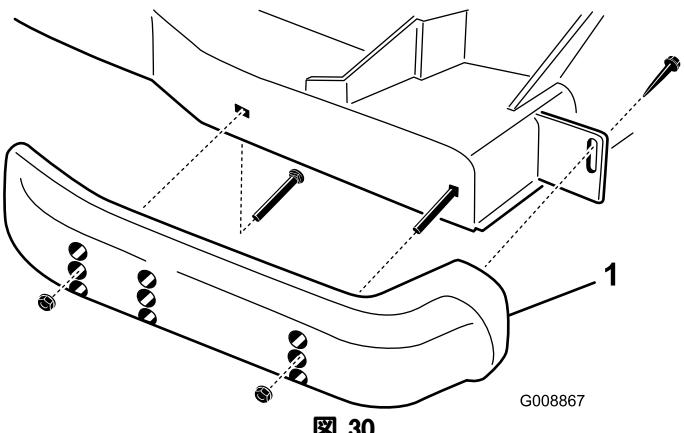

図 30
- 各スキッドの前にあるねじをゆるめる（図 30）。
- 各スキッドからフランジヘッドボルトとナットを外す（図 30）。